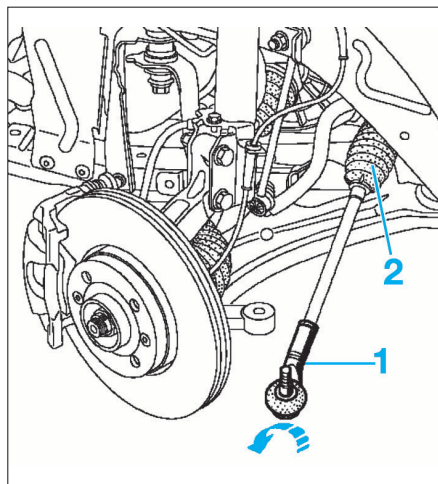

FIG. 12
- la rotule (1) avec son contre-écrou (Fig.12).